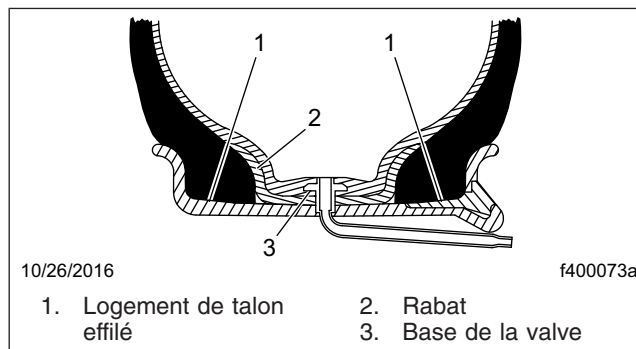

Fig. 14, Talons pressés dans leur logement
- Selon la taille du pneu et l'état de la jante, une pression de 140 à 275 kPa (20 à 40 psi) est nécessaire pour pousser les talons dans leur logement. Reportez-vous à la **Figure 14**.